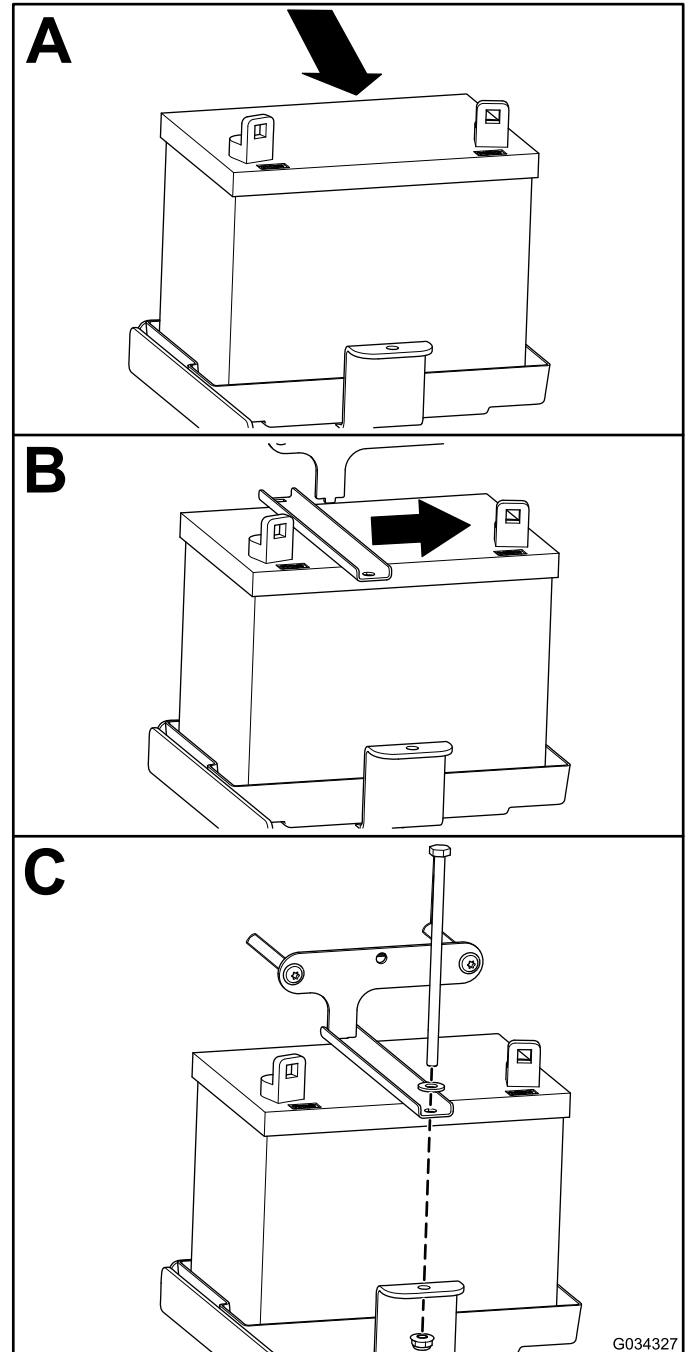

Figura 48
1. Instale la batería, como se muestra en la Figura 48.